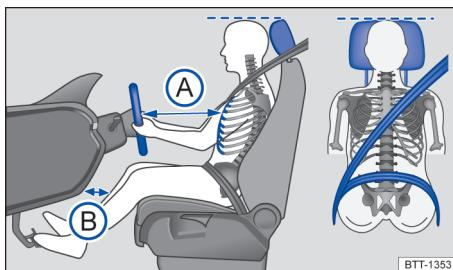

Fig. 20 Distância correta do condutor em relação ao volante, posição correta do cinto de segurança e ajuste correto do apoio para cabeça.
- Ajustar o banco de modo que a distância entre o volante e o tórax tenha no mínimo 25 cm → Fig. 20 A e que o condutor possa segurar o volante pela borda externa com as duas mãos e os braços ligeiramente flexionados.
- Ajustar o banco do condutor na direção longitudinal de modo que os pedais possam ser acionados com as pernas ligeiramente arqueadas e a distância para o painel de instrumentos na área do joelho seja de, no mínimo, 10 cm → Fig. 20 B.
- Para os bancos com apoio para cabeça: ajustar o apoio para cabeça de modo que a sua borda superior se encontre preferencialmente na mesma linha da parte superior da cabeça → Fig. 20 – porém não abaixo da altura dos olhos. Posicionar a parte posterior da cabeça o mais perto possível do apoio para cabeça.